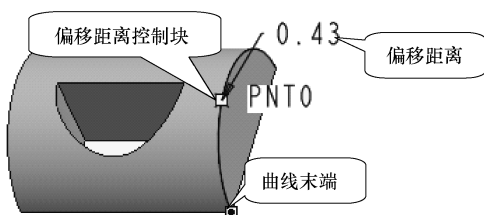

图 5-24 调整偏移距离
(2) 在图形区选择基准线、曲线或者立体的边线，点列表中会出现点的名称，【参照】收集器中会出现选定的图元名称，其后是使用的约束为【在其上】。
(3) 此时图形区会出现曲线末端标志和偏移尺寸，如图 5-24 所示。在【偏移类型】列表中选择偏移类型，在【偏移】组合框中输入偏移的距离数值，也可以在图形区双击偏移距离数字，在弹出的文本框输入尺寸值，或者按住左键拖动偏移距离控制块控制偏移距离。
(4) 符合设计要求后，单击 **确定** 按钮，完成基准点的创建。